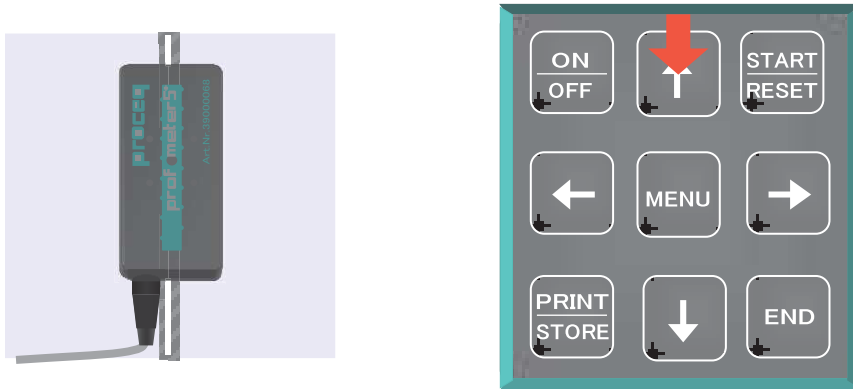

図63
- マーキングした真上(鉄筋の位置)にプローブを置き、↑キーを押してください。(図63参照)